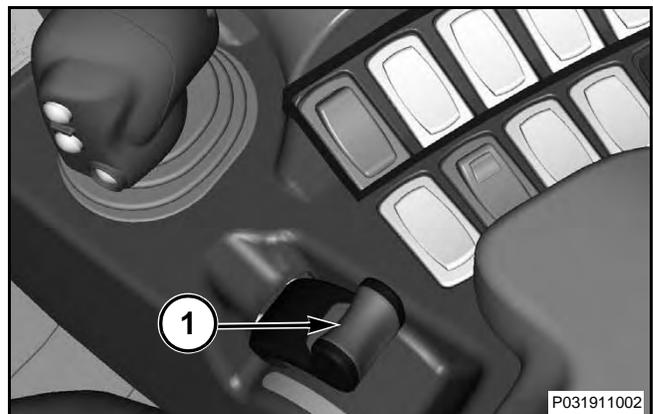

FIG. 20
FIG. 20: Use la palanca de control del acelerador (1) para controlar la velocidad del motor. Empuje el acelerador hacia adelante para aumentar o hacia atrás para disminuir la velocidad del motor